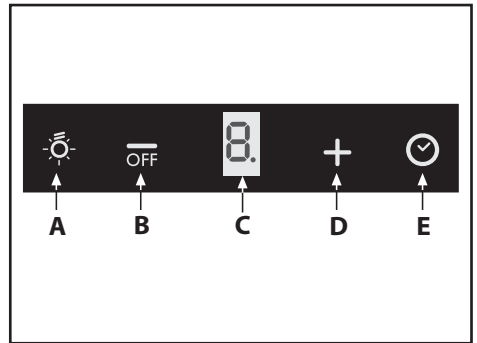

Fig.12
• **Betjening-senhed (Fig.12):**